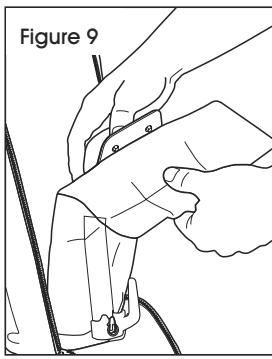

Figure 9
3. Tout en soutenant le haut du tube à poussière, tirez le collier du sac à poussière vers l'avant. (Voir Figure 9)